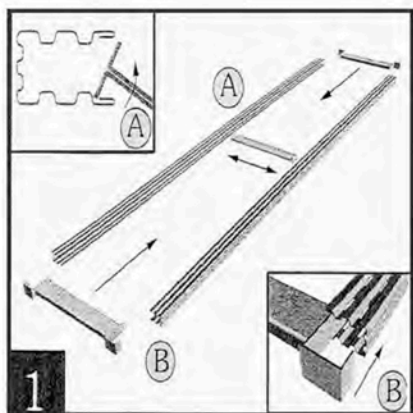

Рис.1 Сборка стоек (рамок)
1. Взять стойку и металлические стяжки, вставьте поперечину, стяжки опоры в первый паз от загнутого края стойки (А) аналогичным образом вставьте во вторую стойку параллельно первой. Вставьте с торцов стоек стяжки опоры, и вы получите спаренную стойку (В)(рама) (рис.1).